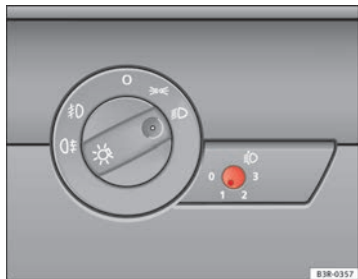

Abb. 88 Leuchtweitenregulierung
- Tippen Sie den Knopf  => Abb. 88 an, um ihn aus seiner Einstellposition auszurasen.